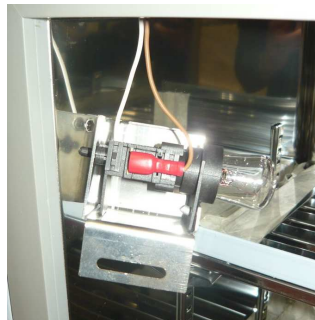

Fig. 1
- 1 – **Rimuovere scatola portalampada originale (Fig. 1)**
Remove the original inox light (Fig. 1)